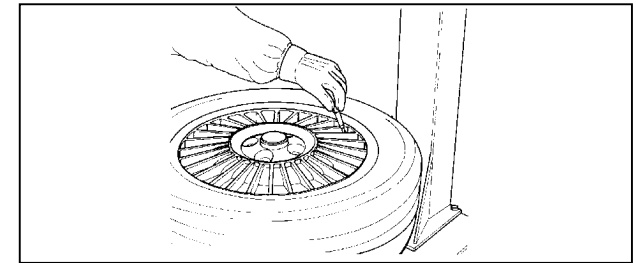

Fig. 8
A. Remove all wheel-weights from the rim. Remove the valve stem or core and deflate the tire (Fig.8).
Enlever toutes les masses des bords de la jante. Enlever la vanne et dégonfler le pneu (Fig.8).